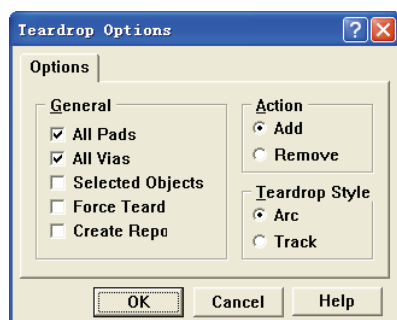

图 8-134 “Teardrop Options”对话框
(1) 执行“Tools”→“Teardrops”菜单命令，即可执行补泪滴命令，系统弹出“Teardrop Options”对话框，如图 8-134 所示。